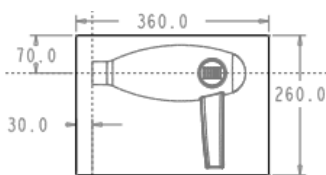

图 8.5 截面草图
③ 进入截面草绘环境后，选取 MOLD_RIGHT 基准平面和 MOLD_FRONT 基准平面为草绘参考，然后单击 关闭(C) 按钮，然后绘制截面草图（图 8.5）。完成特征截面的绘制后，单击“草绘”操控板中的“确定”按钮。
④ 选取深度类型并输入深度值。在操控板中单击 选项 按钮，从系统弹出的界面中选取 侧 1 的深度类型 盲孔，再在深度文本框中输入深度值 60.0，并按 Enter 键；然后选取 侧 2 的深度类型 盲孔，再在深度文本框中输入深度值 30.0，并按 Enter 键。
⑤ 完成特征。在 拉伸 操控板中单击 按钮。完成特征的创建。